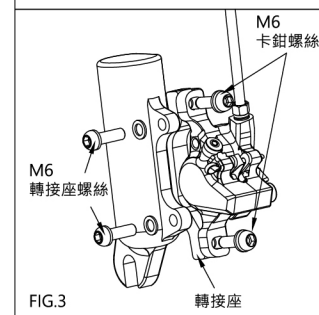

FIG.3
- 安裝 BENGAL 油壓式碟煞時，需預先以 M6 轉接座螺絲&華司，將符合規格之轉接座鎖接在前叉或車架上，鎖緊扭力 8~10 Nm (71~89 in.lbs) (FIG.3)。
- 以 M6 卡鉗螺絲+華司，將卡鉗安裝於轉接座上，但不要鎖緊，使卡鉗能夠自由左右調整其位置(FIG.3)。